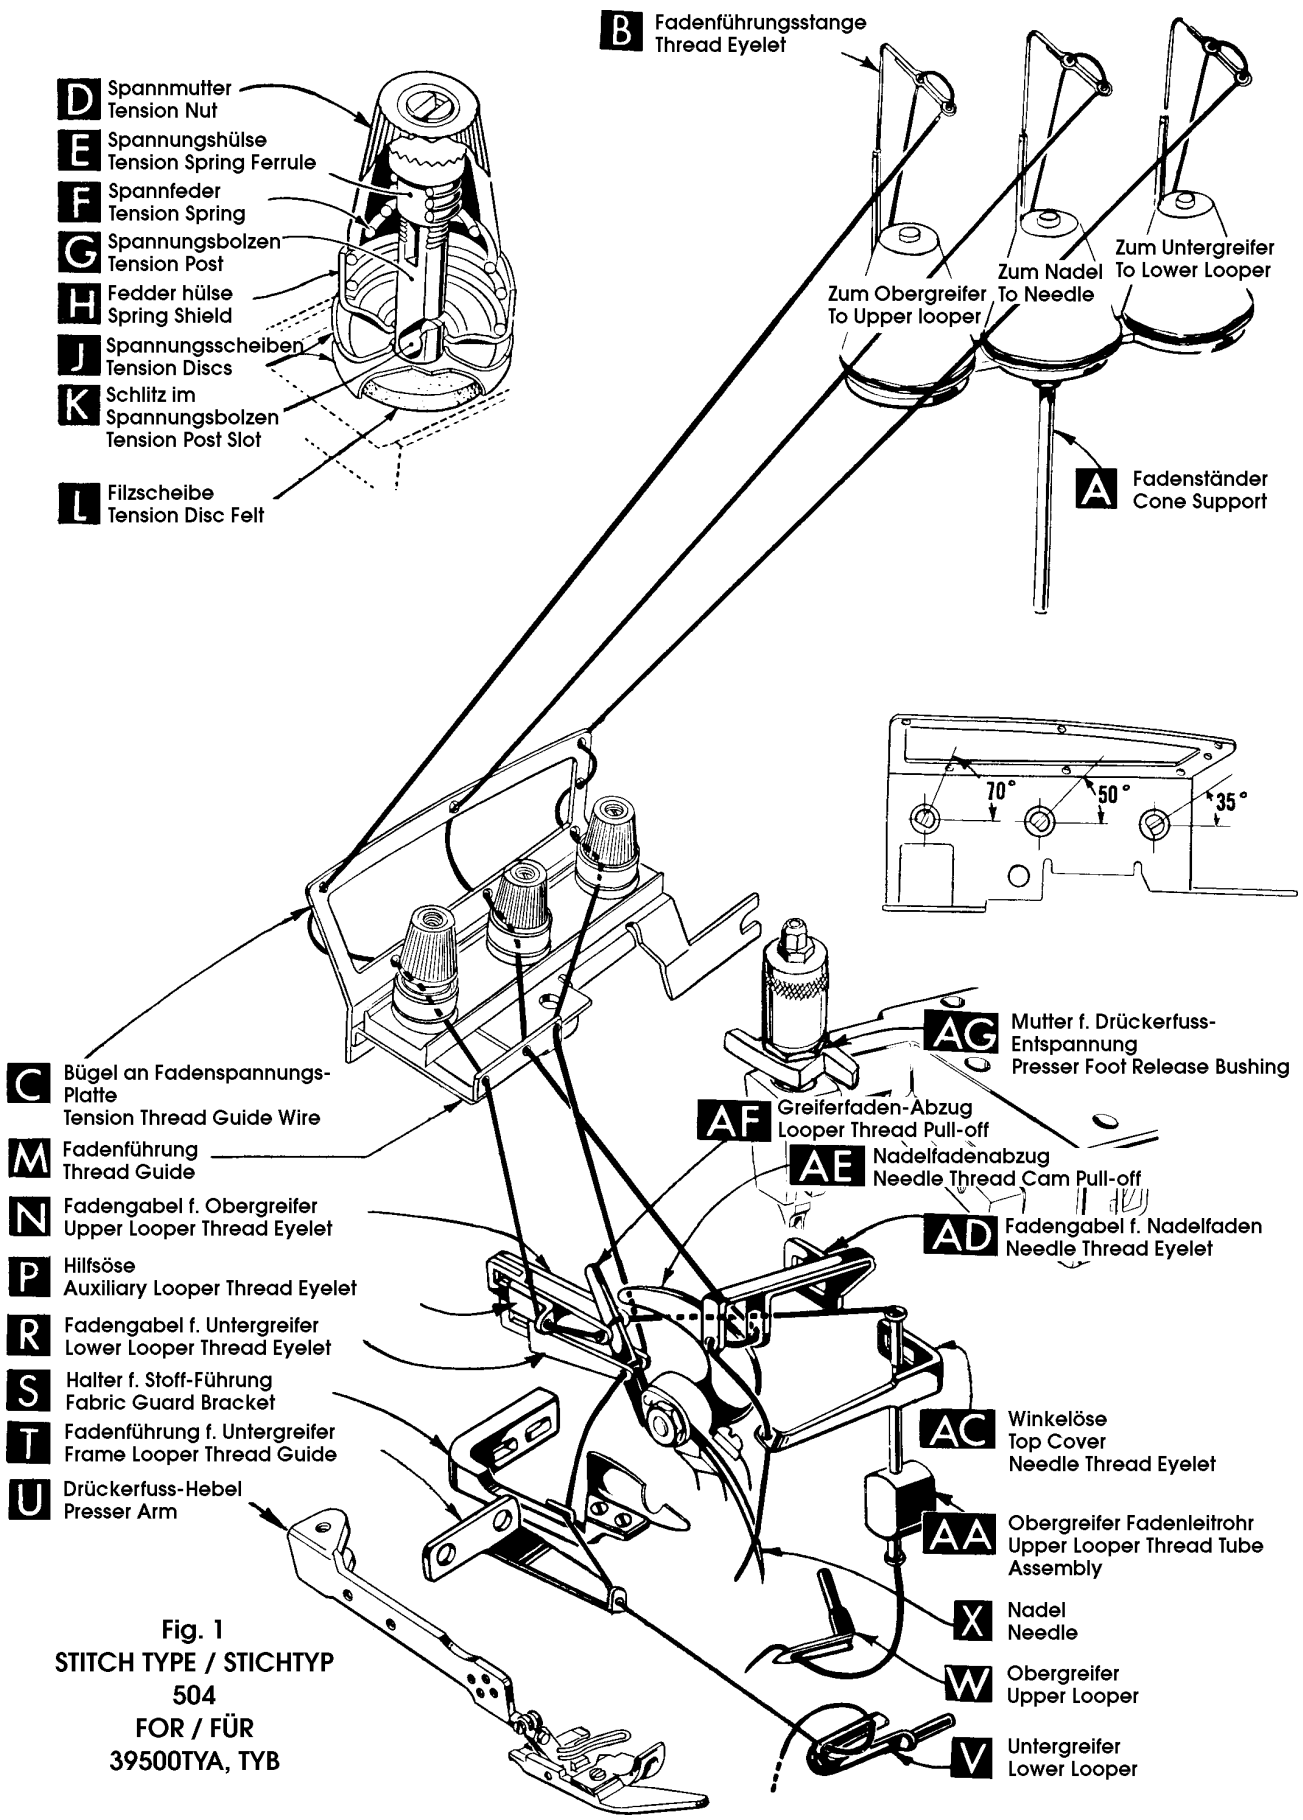

Fig. 1
Release pressure on presser foot by turning presser foot release bushing (AG, Fig 1) and swing presser arm (U) out of position. Turn handwheel in operating direction until the needle is at its lowest point of travel. Using hexagonal socket wrench No. 21388AU, furnished with machine, loosen needle clamp nut about 1/4 turn. Turn handwheel again until the needle is at high position; withdraw the needle.
Return presser arm (U, Fig. 1) to position, relock presser foot release bushing (AG).
After thread comes from cones on cone support (A, Fig1) it is brought up through back hole of thread eyelet bars (B), then down through the front hole of thread eyelet bars.
Only parts involved in threading are shown in the threading diagram (Fig. 1).
Be sure the threads, as they come from the tension thread guide (C), are between the tension discs (J) and in diagonal slots (K) in tension posts (G). The tension posts should be positioned so the tension post slot will be at the approximate angle for the different threads as indicated in Fig. 1.
Quite la presión del pie prensatela girando el manguito (AG, Fig. 1) hacia la izquierda. Gire el brazo del pie prensatela (U) hacia la izquierda. Gire el volante en dirección de operación hasta que la aguja se encuentre en su punto muerto inferior. Suelte la tuerca que fija la aguja con la llave hexagonal No. 21388AU que viene con los accesorios, girándola aproximadamente ¼" hacia la izquierda. Siga girando el volante hasta que la aguja se encuentre en su punto muerto superior y quite la aguja.
Regrese el brazo del pie prensatela (U, Fig. 1) a su posición normal y gire el manguito (AG) hacia la derecha.
Se enhebra el hilo desde los conos en los platos (A, Fig1) desde abajo hacia arriba a traves del ojete trasero en la barra guía hilo (B) y después desde arriba hacia abajo a traves del ojete delantero.
La ilustración para enhebrar (Fig. 1) demuestra solamente las piezas por las cuales pasa el hilo.
Debería fijarse que los hilos que vienen desde la guía de tensión (C), se encuentren entre los discos de tensión (J) y pasen por la ranura en el poste de tensión (G). Los postes de tensión deberían ser ajustados para que las ranuras en los postes tengan aproximadamente el mismo ángulo como se demuestra en la Fig. 1.
Thread lower looper thread through the right eyelet of front thread guide (M, Fig. 1).
Thread lower looper thread through the left eyelet of front thread guide (M, Fig. 1).
Turn handwheel until point of upper looper (W, Fig. 1) is all the way left. Lead thread through auxiliary looper thread eyelet (P) from back to front, then through both eyes of upper looper thread eyelet (N) from left to right.
Thread needle thread through the middle eyelet of front thread guide (M, Fig. 1). Turn handwheel in operating direction until needle (X) is at its highest position. Insert needle thread from right to left, through both eyes of needle thread eyelet (AD), under neck of top cover casting; then down through hole in top cover needle thread eyelet (AC). Thread needle from the front.
The amount of tension on needle and looper threads is regulated by the tension nuts (D, Fig. 1). Tension on threads should be only enough to secure proper stitch formation.
Enhebre el hilo del looper inferior a través del ojete derecho en la guía del hilo delantera (M, Fig. 1).
Enhebre el hilo del looper superior a través del ojete izquierdo en la guía del hilo delantera (M, Fig. 1).
Gire el volante hasta que la punta del looper superior (W, Fig. 1) se encuentre en su posición a la extrema izquierda. Enhebre el hilo desde atrás hacia delante a través de la guía adicional (P) y después desde la izquierda hacia la derecha a través de los dos ojetes en la horquilla del looper superior (N).
Enhebre el hilo de la aguja a través del ojete de en medio en la guía del hilo delantera (M, Fig. 1). Gire el volante en sentido de operación hasta que la aguja (X) se encuentre en su punto muerto superior. Enhebre el hilo desde la derecha hacia la izquierda por los dos ojetes en la horquilla de hilo (AD) debajo del cuello en la tapa de la maquina, después desde arriba hacia abajo por el ojete en el guía hilo (AC) en la tapa de la maquina y finalmente desde atrás hacia delante por el ojo de la aguja.
Las tensiones de los hilos de la aguja y de los looper se ajustan con la tuerca del ajuste de la tensión (D, Fig. 1). La tensión ebría ser solamente tan fuerte para que se forma una puntada correcta.